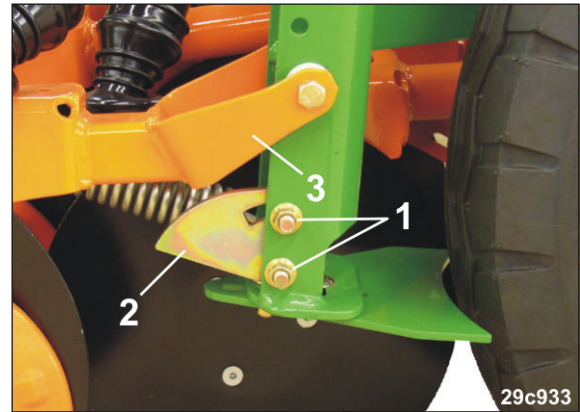

Fig. 178
2. Løsne mutrene (Fig. 178/1).
3. Still inn sågodsleggedybden til den utvendige labben (Fig. 178/3) ved å dreie kurveskiven (Fig. 178/2).